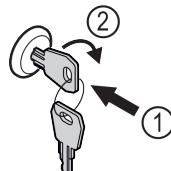

Fig. 191
- Zatlačte kľúč. Fig. 191 (1)
- Otočte kľúč o 90° v smere hodinových ručičiek. Fig. 191 (2)